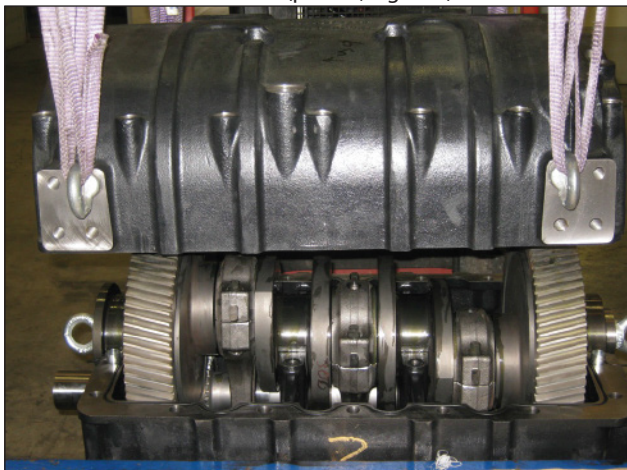
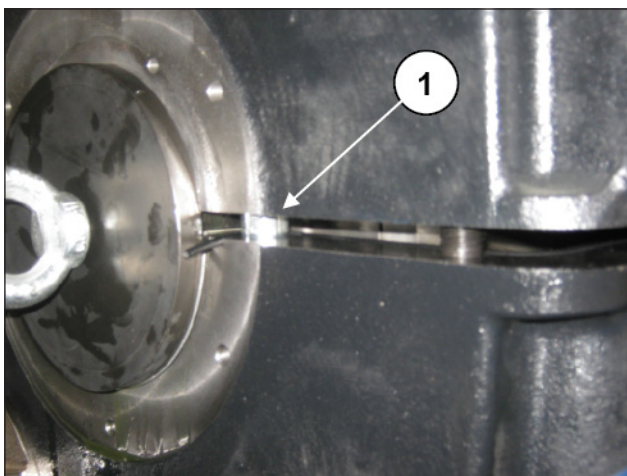

Fig. 110
Fig. 111
Monte o cárter traseiro (Fig. 110) verificando a centragem nas bússolas do cárter dianteiro (pos. ①, Fig. 111).